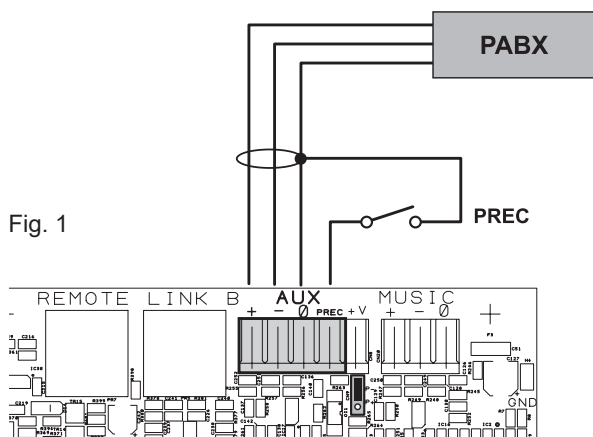

Fig. 1
I morsetti **AUX** (14) sono disponibili per la connessione di sorgenti ausiliarie (ad es. un centralino telefonico od una base per annunci con contatto di precedenza). Nel primo caso, a cui fa riferimento la fig. 1, è necessario inserire un jumper sul connettore CN9 in posizione "P-"; nel secondo caso, invece, utilizzando una postazione preamplificata Serie B711-G, il collegamento tra la presa AUDIO OUT della base e i morsetti AUX dovrà essere effettuato secondo quanto riportato nella tabella ed il jumper dovrà essere posizionato su "P+". **NOTA:** la selezione modalità P- / P+ deve essere effettuata anche via menu (**AUDIO SETTING > set>AUX, CHIME**, pag. 27).